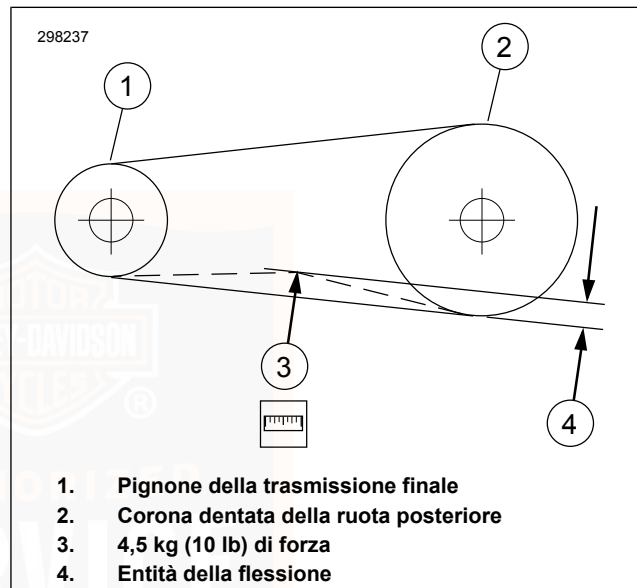

Figura 75. Controllo della flessione della cinghia
- b. **Tutti gli altri modelli:** vedere Figura 75. Misurare la flessione (4) tenendo fermo il misuratore.